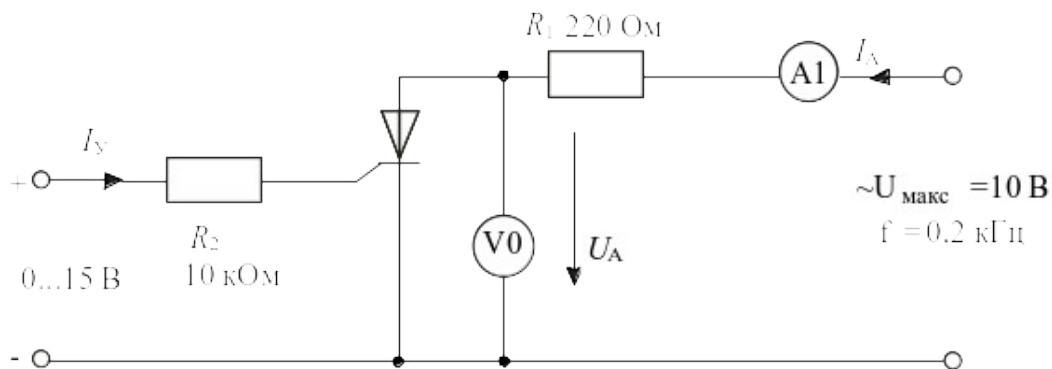

Рисунок 10 – Схема для снятия вольтамперной характеристики тиристора
3.5. Соберите цепь (рис. 10) для снятия вольтамперной характеристики $I_A(U_{ак})$ тиристора с помощью осциллографа (виртуального или электронного). Установите максимальную амплитуду синусоидального напряжения и максимальное значение постоянного напряжения 15 В.